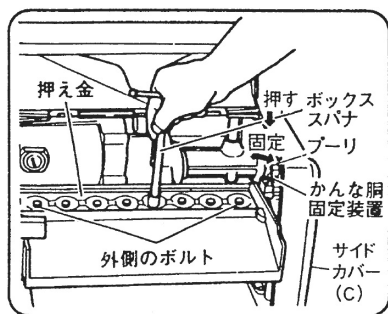
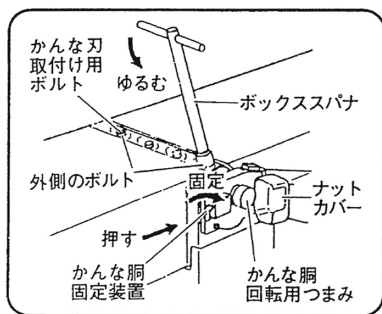

図 22
図 24
(2) 手押かな部のナットカバー(図 24 参照)を開き、かな胴回転用つまみをまわし、自動かな部のかんな刃取付け用ボルト(図 22 参照)の位置を上にします。
(2) サイドカバー (C) 側部のノブボルトをゆるめ、プーリカバをひらくとプーリがあります。プーリをまわし、かな刃取付け用ボルト(図 22 参照)の位置を上側にします。
(6) かな胴固定装置のレバー(図 22 参照)を左にまわして固定を解除し、かな胴回転つまみ(図 24 参照)またはプーリ(図 22 参照)をまわし、刃先が上側の位置で再度かな胴を固定します。
(7) 付属のメガネスパナ(10mm)で残りの外側2本のかな刃取付け用ボルトをゆるめると、かな刃はばねに押されて数ミリ飛び出します。
(8) かな刃の両端を指でつかみ取りはずします。
(3) ナットカバーをひらき、かなな胴の回転用つまみをまわし、かなな刃取付け用ボルトの位置を上側にします。
(4) かなな胴固定装置のレバーを指先で押し、右(図 24 固定側)にまわしてかなな胴を固定します。
(5) 付属のボックススパナ(10mm)で4本のかなな刃取付け用ボルトのうち内側2本をゆるめて抜きます。
(6) 残った外側2本のかなな刃取付け用ボルトは1/4回転程度ゆるめます。
(7) その後は 24 ページ「1. 自動かなな盤の場合」と同じ要領で取りはずします。
(1) 手押かなな部のかなな胴回転用つまみ(図 24 参照)をまわし自動かなな部の裏刃部が上になる位置にします。
(1) サイドカバー(C)側部のプーリ(図 22 参照)をまわしてかなな胴の裏刃部が上になる位置にします。
(2) かなな胴固定装置のレバーを指先で押し右にまわしてかなな胴を固定します。
(6) かなな胴固定装置のレバーを左にまわし固定を解除し、かなな胴回転用つまみ(図 24 参照)または、プーリ (図 22 参照) をまわしかんな刃取付け用ボルトが上になる位置で再度固定します。
(7) 内側の 6 本のかんな刃取付け用ボルトをねじ込み、付属のボックススパナ (10mm) ですべてのかんな刃取付け用ボルトを十分に締付けます。
(8) 取付けが終わったらかなな胴固定装置のレバーを左にまわし固定を解除します。